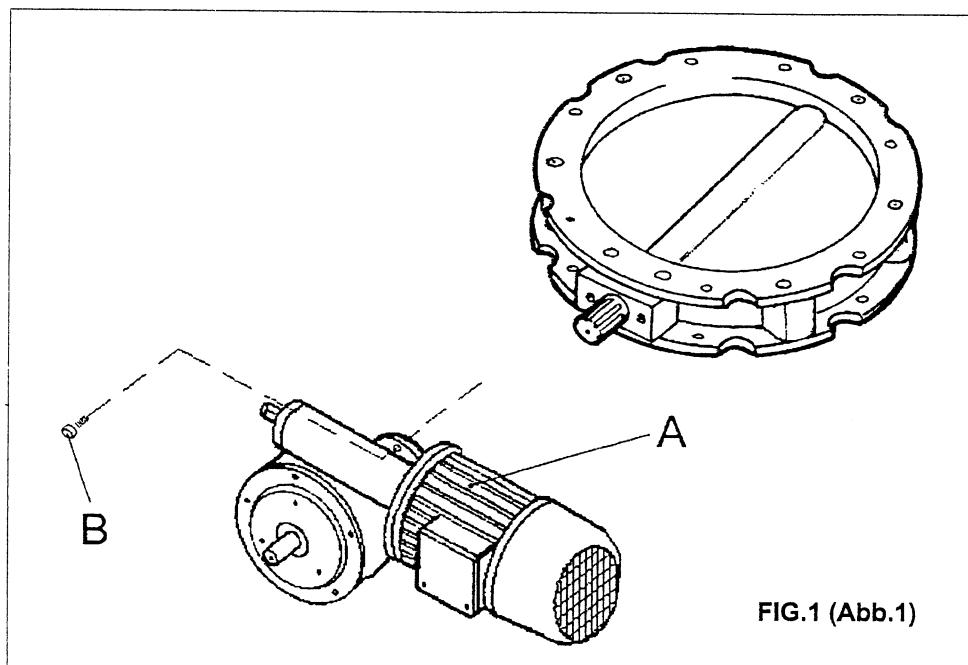
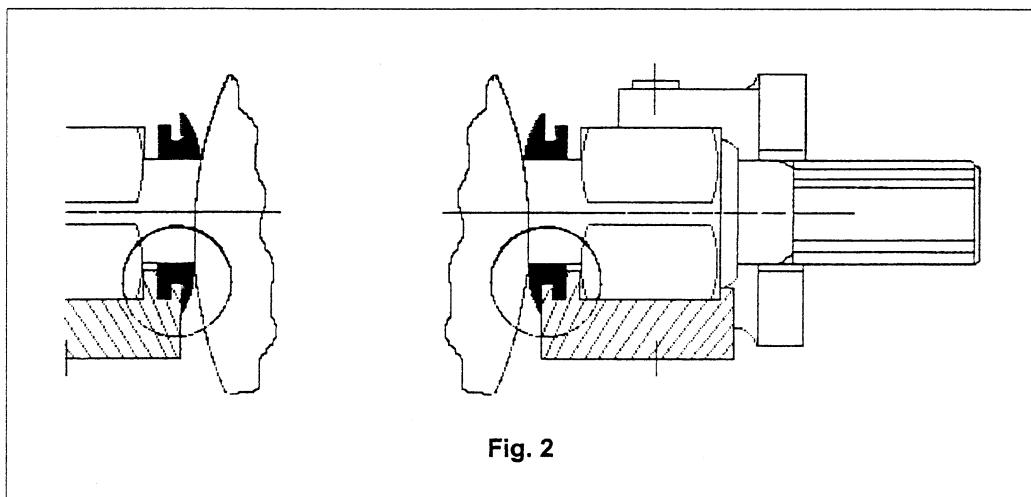

FIG.1 (Abb.1)
Fig. 2
Put the valve (A) on a level surface. For the versions with coated discs, writing on the lower disc side must point downwards. For cast iron versions, flat lower disc side must point downwards. Remove protection from disc shaft. Before fitting the actuator, ensure the piston is fully retracted by turning the shaft with the aid of a spanner either anticlockwise as far as it will go (fig. 1). Mount the actuator (B), which has been pre-assembled complete with its accessories, as per the instructions in the actuator manual, onto the splined disc shaft keeping it in a horizontal position with the axis (Y) pointing to the west (fig. 2). Insert the two bolts (C) into the holes of the support flange and screw on firmly. Carry out test operation.
Die Klappe (A) auf eine ebene, horizontale Oberfläche legen. Bei Kunststoffummantelten Tellern muß die beschriftete Unterseite des Klappentellers nach unten zeigen. Bei Gußtellern muß die abgeflachte Teller-Unterseite nach unten zeigen. Wellenschutz entfernen. Vor dem Anbau des Zylinders sicherstellen, daß der Zylinder vollkommen ausgefahren ist, indem man mit Hilfe eines Schraubenschlüssels den Wellen zapfen entweder gegen den Uhrzeiger bis zum Anschlag dreht (Abb.1).
Disposer la vanne (A) sur une surface plane horizontale. S'assurer que dans les vannes avec disque plastifié le nom WAM sur la partie inférieure du même montre vers le bas. Dans les disques en fonte la partie inférieure plane du disque doit montrer vers le bas. Enlever la protection de l'arbre. Avant de monter le vérin vérifier que le piston soit à fin de course en tournant l'arbre dans le sens inverse aux aiguilles d'une montre à l'aide d'une clé (fig.1). Insérer le vérin (B) dans l'arbre cannelé de la vanne de façon que l'axe (Y) du vérin soit horizontal par rapport au sol et que montre vers l'ouest comme indiqué à la fig.2. Insérer les deux boulons (C) dans les trous du raccord et les serrer fortement. Effectuer test de fonctionnement.
Sistemare la valvola (A) su un piano orizzontale. Accertarsi che, con disco valvola ricoperto di plastica, la scritta WAM riportata sul disco sia rivolta verso il basso, mentre con disco in ghisa, sia rivolta verso il basso la parte inferiore piana del disco. Togliere la protezione dell'albero. Prima di montare l'attuatore verificare che l'attuatore abbia il pistone a fine corsa sulla culatta anteriore girando una chiave in senso antiorario fino a fine corsa (fig.1). L'inserimento dell'attuatore pneumatico (B) nell'albero scanalato del corpo valvola, va fatto puntando l'asse (Y) del cilindro verso ovest, tenendo l'attuatore in orizzontale, (fig.2). Inserire le due viti (C) negli appositi fori e serrare forte con chiave. Effettuare test funzionale.
Remove protection from disc shaft. Before fitting the actuator, ensure the piston is at the end of stroke by turning the shaft anti-clockwise with the aid of a spanner as far as it will go. Fix the actuator (AP) with the supplied bolts using a spanner size 13 ensuring the axis (X) of the actuator (fig. 2) is in vertical position (fig. 1). Tighten bolts (B) (M 10 = 45 Nm; M12 = 75 Nm).
Die Klappe auf eine ebene, horizontale Oberfläche legen. Bei kunststoffummantelten Tellern muß die beschriftete Unterseite des Klappentellers nach oben zeigen. Bei Gußtellern muß die abgeflachte Teller-Unterseite nach oben zeigen. Wellenschutz entfernen. Vor dem Anbau des Zylinders Schraubenschlüssel an die Zylinderweile ansetzen und entgegen dem Uhrzeigersinn bis zum Anschlag drehen. Antrieb (AP) mittels der gelieferten Schrauben und eines 13er-Schlüssels an der Klappe befestigen. Darauf achten, daß sich die Achse (X) des Antriebs (Abb. 2) in vertikaler Stellung befindet (Abb. 1). Verbindungsschrauben (B) festziehen (M10 = 45 Nm M12 = 75 Nm). Druckluft gemäß Angaben im Bedienerhandbuch zu den Drehantrieben an Magnetventil-Spule anschließen und Funktions- testdurchführen.
Disposer la vanne sur une surface plane horizontale. S'assurer que dans les vannes avec disque plastifié le nom WAM sur la partie inférieure du-même montre vers le haut. Dans les disques en fonte la partie inférieure plane du disque doit montrer vers le haut. Enlever la protection de l'arbre. Avant de monter le vérin vérifier que le piston soit à fin de course en tournant l'arbre à l'aide d'une clé dans sens inverse de celui des aiguilles d'une montre. Insérer l'actionneur (AP) au moyen des vis (B) fournies et d'une clé 13 sur la vanne. Faire attention que l'axe (X) de l'actionneur (fig. 2) soit en position verticale (fig. 1). Serrer les vis (M10 = 45 Nm; M12 = 75 Nm). Brancher l'alimentation d'air comprimé à la bobine de l'électrovanne selon les instructions dans le manuel sur les actionneurs. Effectuer test de fonctionnement. Au cas où le disque ne fermerait pas complètement, régler comme suit:
- 1) Desserrer la cale (E).
- 2) Régler à l'aide de la vis (D), 3) Serrer la cale (E).
Sistemare la valvola su un piano orizzontale. Accertarsi che, con disco valvola ricoperto di plastica, la scritta WAM riportata sul disco sia rivolta verso l'alto, mentre con disco in ghisa, sia rivolta verso l'alto la parte inferiore piana del disco. Togliere la protezione dall'albero. Prima di montare l'attuatore verificare che l'attuatore sia a fine corsa girando l'albero a mezzo di una chiave in senso antiorario. Montare l'attuatore AP sulla valvola con l'aiuto delle viti (B) forniti e di una chiave 13. Accertarsi che l'asse (X) dell'attuatore (fig. 2) sia in posizione verticale (fig. 1). Serrare le viti (B) (M10 = 45 Nm, M12 = 75 Nm). Collegare aria compressa alla bobina dell'elettrovalvola secondo le istruzioni nel manuale sugli attuatori. Effettuare test funzionale.
Put the valve on a level surface. For the versions with coated discs, writing on the lower disc side must point downwards. For cast iron versions, flat lower disc side must point downwards. Remove protection from disc shaft. Push down the valve disc until it is completely closed. Mount the gear motor (A) square onto the splined shaft so that the axis of the electric motor is parallel to the work surface (see fig. 1). Fix the gear motor using the two supplied bolts (B) and tighten firmly.
Die Klappe auf eine ebene, horizontale Oberfläche legen, so daß bei Klappen mit Kunststoffummantelten Klappentellern die beschriftete Unterseite des Klappentellers und bei Klappen mit Gußtellern die abgeflachte Tellerseite nach unten zeigt. Wellenschutz entfernen. Klappenteller so weit nach unten drücken, bis die Klappe völlig geschlossen ist. Getriebemotor (A) rechtwinklig auf die Evolventenkeilwelle der Klappe montieren, sodaß sich die Achse des Elektromotors parallel zur Arbeitsoberfläche befindet (siehe Abb.1). Den Getriebemotor mittels der zwei mitgelieferten Schrauben (B) befestigen. Schrauben festziehen.
Disposer la vanne sur une surface plane horizontale. S'assurer que dans les vannes avec disque plastifié le nom WAM sur la partie inférieure du-même montre vers le bas. Dans les disques en fonte la partie inférieure plane du disque doit montrer vers le bas. Enlever la protection de l'arbre. Pousser le disque vers le bas jusqu'à la fermeture complète de la vanne. Monter le motoréducteur (A) sur l'arbre cannelé de la vanne en sorte que l'axe du moteur soit parallèle à la surface d'appui (voir fig.1). Fixer le motoréducteur au moyen des deux boulons (B) fournis et les serrer fortement.
Sistemare la valvola su un piano orizzontale. Accertarsi che, con disco valvola ricoperto di plastica, la scritta WAM riportata sul disco sia rivolta verso il basso, mentre con disco in ghisa, sia rivolta verso il basso la parte inferiore piana del disco. Togliere la protezione dall'albero. Premere il disco in basso fino alla completa chiusura della valvola. Inserire il motoriduttore (A) nell'albero scanalato della valvola (fig.1), cioè con l'asse del motore elettrico parallelo al piano orizzontale. Fissare il motoriduttore mediante i due bulloni (B) forniti e serrarli fortemente.
(see fig. 1 and 2)
(siehe Abb. 1 und 2):
Vous devez procéder comme il suit: (voir fig. 1 et fig. 2):
Eseguire le seguenti operazioni: (vedi Fig. 1 e Fig. 2):
| <ul style="list-style-type: none"> - Loosen bolts (6) and (10) and remove them. Do not lose nuts (9). - Separate semi-bodies (item (3) and (8)) with V1IFS, twice item (3) with V2FS. - Separate valve disc along with seal and hexagonal bushes from the valve body. - Remove hexagonal bushes (7) from disc shaft. - Remove disc seal (1) from the two shaft ends. - Fit new seal on the two shaft ends. Ensure seal does not get damaged. - Slide the two hexagonal bushes (7) over the shaft ends. - Introduce drive shaft into the bore of the actuator support bracket. Ensure correct fit of the two hexagonal bushes (see fig. 2). | <ul style="list-style-type: none"> - Schrauben (6) und (10) lösen. Dabei Muttern (9) nicht verlieren. - Klappenhälfte voneinander trennen (Pos. (3) und (8) bei V1 FS, 2 x Pos. (3) bei V2FS). - Klappenteiler samt Dichtmanschette und Sechskantbuchsen vom Rahmen trennen. - Sechskantbuchsen (7) von den Wellenenden abziehen. - Dichtmanschette (1) zuerst vom einen, dann vom anderen Wellenende lösen. - Neue Dichtmanschette zuerst über das eine, dann über das andere Wellenende ziehen. Dabei darauf achten, daß die Manschette nicht beschädigt wird. - Die zwei Sechskantbuchsen (7) auf die beiden Wellenenden schieben. - Die Antriebswelle durch die Halterungsbohrung führen und auf den korrekten Sitz der zwei Sechskantbuchsen achten (siehe Abb. 2). | <ul style="list-style-type: none"> - Dévissez les vis "6" et "10" en faisant bien attention à ne pas perdre les écrous .91, ; - séparez les deux demicorps ("S" et "8" pour les V1 FS, "3" pour les V2FS); - soulevez le disque en même temps que le joint et retirez-les, ainsi que les embouts hexagonaux; - retirez des pivots du disque les embouts hexagonaux "T"; - retirez des pivots du disque le joint "T", d'abord d'un côté et ensuite de l'autre; - placez le nouveau joint sur les pivots du disque en faisant bien attention à ne pas l'abîmer; - enfiler les embouts hexagonaux "T"; - enfiler dans l'étrier le pivot de commande et posez les embouts hexagonaux et le joint du disque dans leurs logements relatifs du demicorps inférieur (fig. 2). | <ul style="list-style-type: none"> - Svitare le viti "6" e "10" facendo attenzione a non perdere i dadi "T" - separare i due semicorpi ("W e T" per V1 FS, "3" per V2FS) - sollevare e sfilare il disco con la guarnizione e le boccole esagonali - sfilare le boccole esagonali "7" dai perni dei disco - estrarre la guarnizione 'T' dai perni del disco prima da una parte poi dall'altra. - inserire la nuova guarnizione sui perni del disco facendo attenzione a non danneggiarla. - infilare le boccole esagonali "T" - infilare nella staffa il perno di comando ed appoggiare le boccole esagonali e la guarnizione del disco nelle relative sedi dei semicorpi inferiori (fig. 2). |